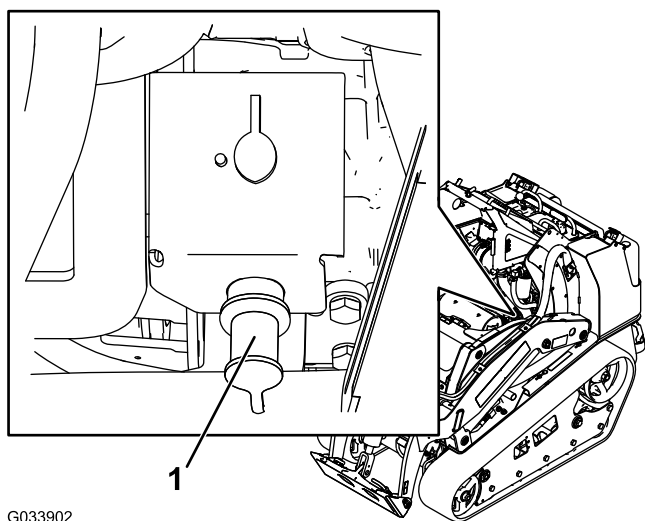

Figure 52
2. Retirez le capuchon de la borne positive de la batterie déchargée (Figure 52)
3. Connectez une extrémité du câble de démarrage positif (+) à la borne positive de la batterie déchargée (Figure 52).